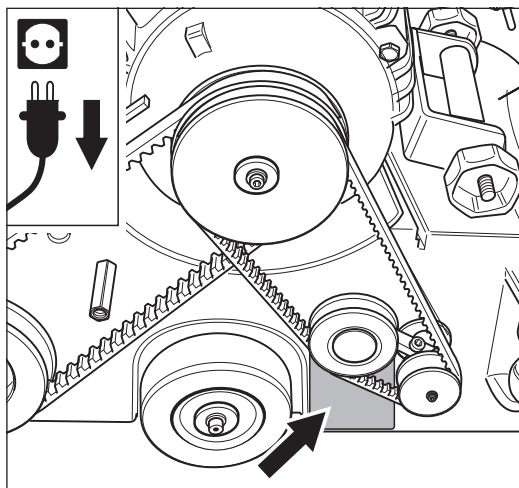
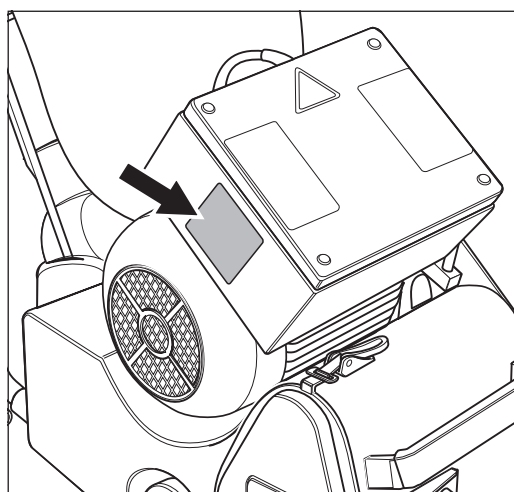
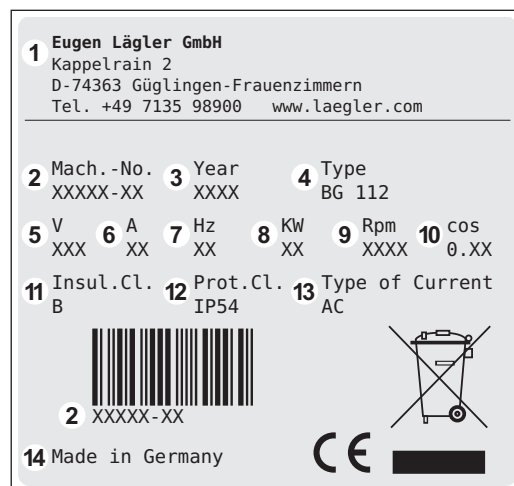

Abb. 3 Maschinen-Typenschild am Maschinengehäuse unterhalb des Keilriemenspanners.
Abb. 6 Motor-Typenschild am Schaltkasten.
Abb. 7 Angaben auf dem Motor-Typenschild (siehe Haupttext).
- 4 Das Maschinen-Typenschild befindet sich seitlich am Maschinengehäuse unterhalb des Keilriemenspanners (Abb. 3).
Das Motor-Typenschild der HUMMEL® befindet sich seitlich am Schaltkasten des Motors (Abb. 6). Darauf sind folgende technische Daten des Motors angegeben (Abb. 7):
Seriennummer	siehe Typenschild (Abb. 3, Abb. 6)
Baujahr	siehe Typenschild (Abb. 3, Abb. 6)